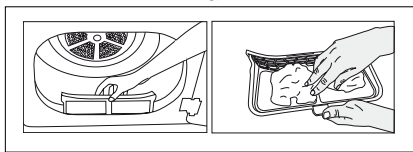

Bild 2
- 2.b) Om produktens skyddsfiltter är så som visas i bild 2, tar du bort filtret genom att dra det uppåt.